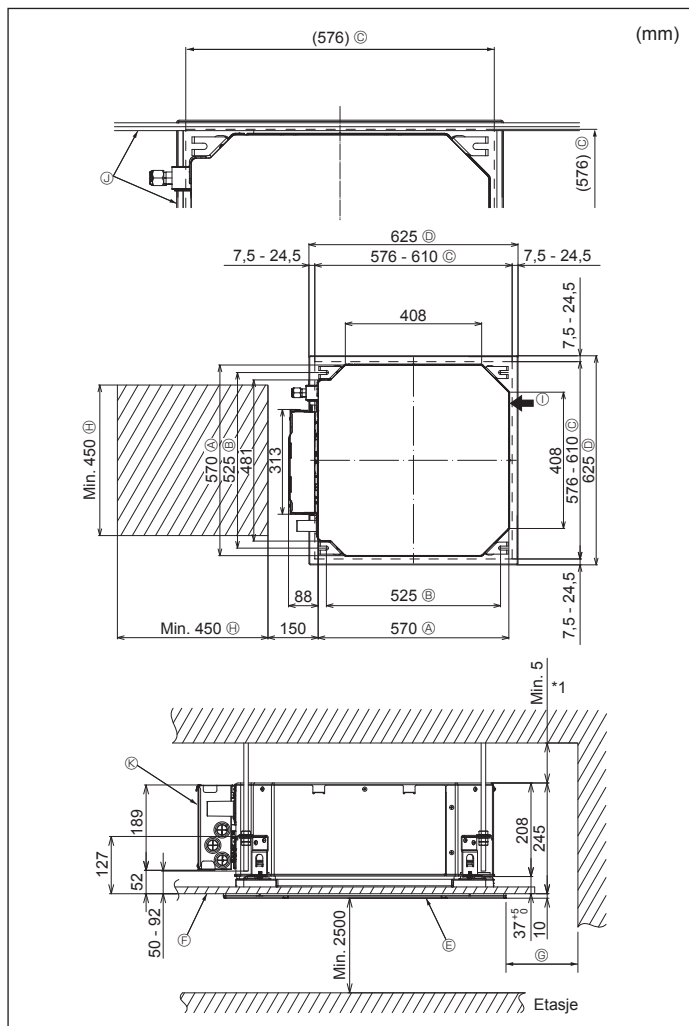

Fig. 2-2
2.2. Takåpninger og installasjonssteder for opphengsbolt (Fig. 2-2)